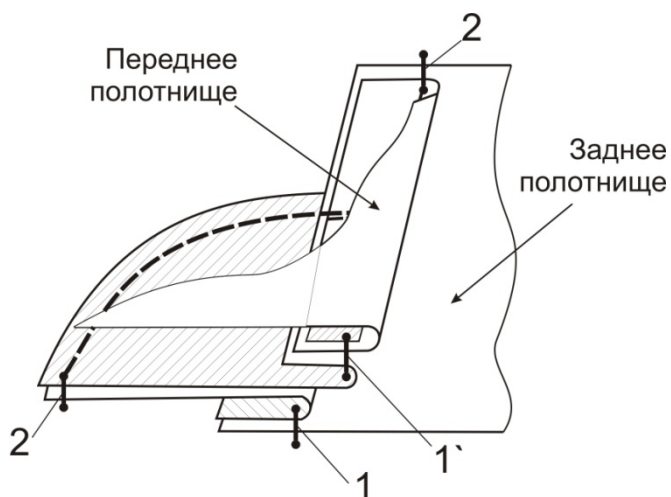

Рис.1
4. На лицевую сторону переднего полотнища и лицевую сторону части заднего полотнища накладывают детали мешковины кармана лицевой стороной вниз, уравнивают срезы и притачивают швом шириной 1 см (рис.1, строчки 1 и 1') таким образом, чтобы подкладка кармана перекрывала линию, ограничивающую длину входа в карман, на ширину шва стачивания мешковины кармана. Швы обметывают и заутюживают на подкладку кармана.
5. Стачайте боковые швы юбки швом шириной 1 см, одновременно стачивая мешковины кармана с закрепками в начале и конце кармана (рис.1, строчка 2). Срезы обметайте, карман приутюжьте.